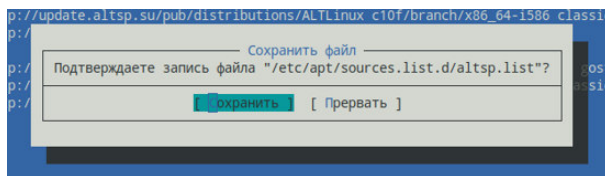

Рисунок 11
3.3.1.7 Сохранить файл и выйти из редактора ("F2" + "Esc" + "Esc") (рисунок 11).